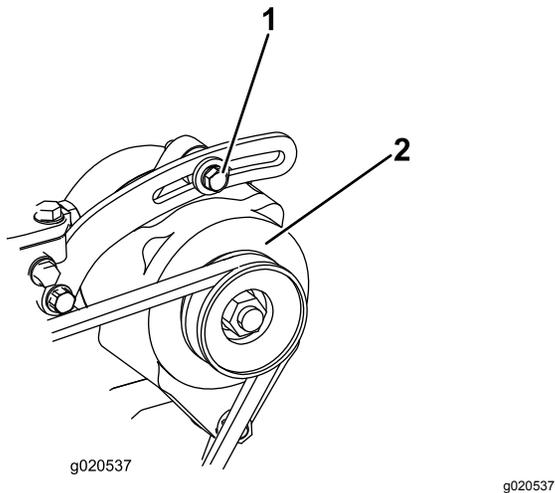

Рисунок 97
1. Если прогиб не равен 10 мм, ослабьте болты крепления генератора (Рисунок 97).